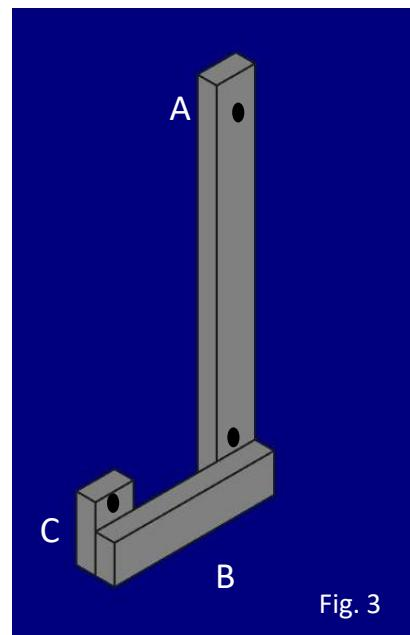

Fig. 3
2. Costruite un terzo modulo forando i montanti di destra e sinistra (fig. 3);